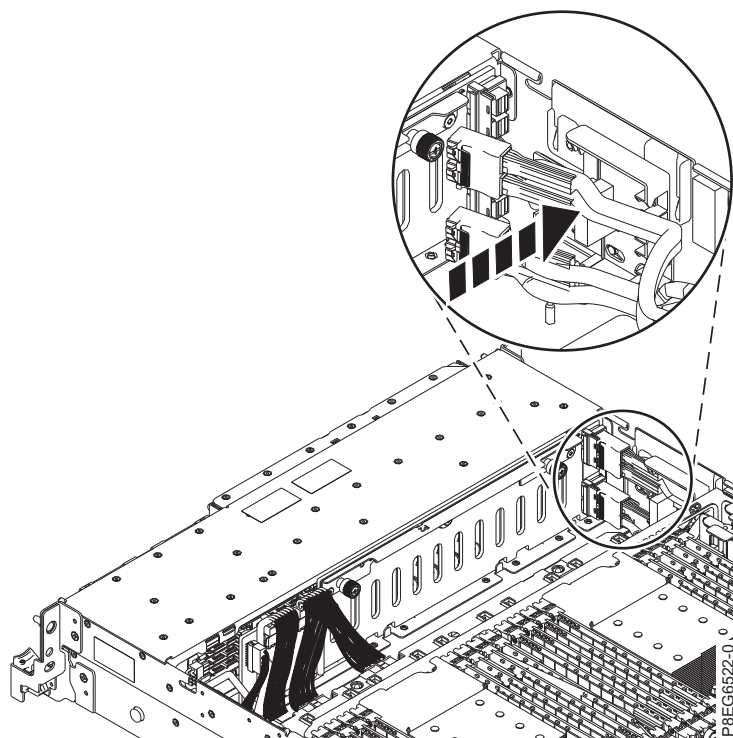

Figura 8. Reposicionando os cabos SAS frontais
6. Reposicione o cabo SAS frontal no bloco guia da lateral do chassi conforme mostrado na Figura 8.